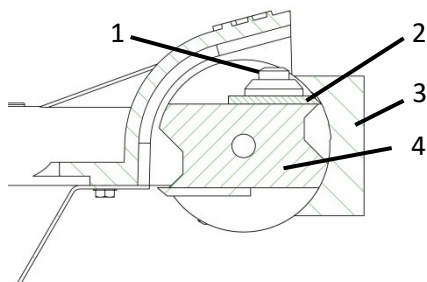

Fig. 15 : Réglage du couteau
- > Desserrez la vis du couteau (2 - Fig.15).
- > Poussez la lame (2 – Fig. 15) complètement en arrière.
- > Placez la jauge à couteaux (3 – Fig. 15) sur le cylindre (4 – Fig. 15) de manière à ce qu'elle repose sur les deux surfaces d'appui du cylindre en haut et en bas.